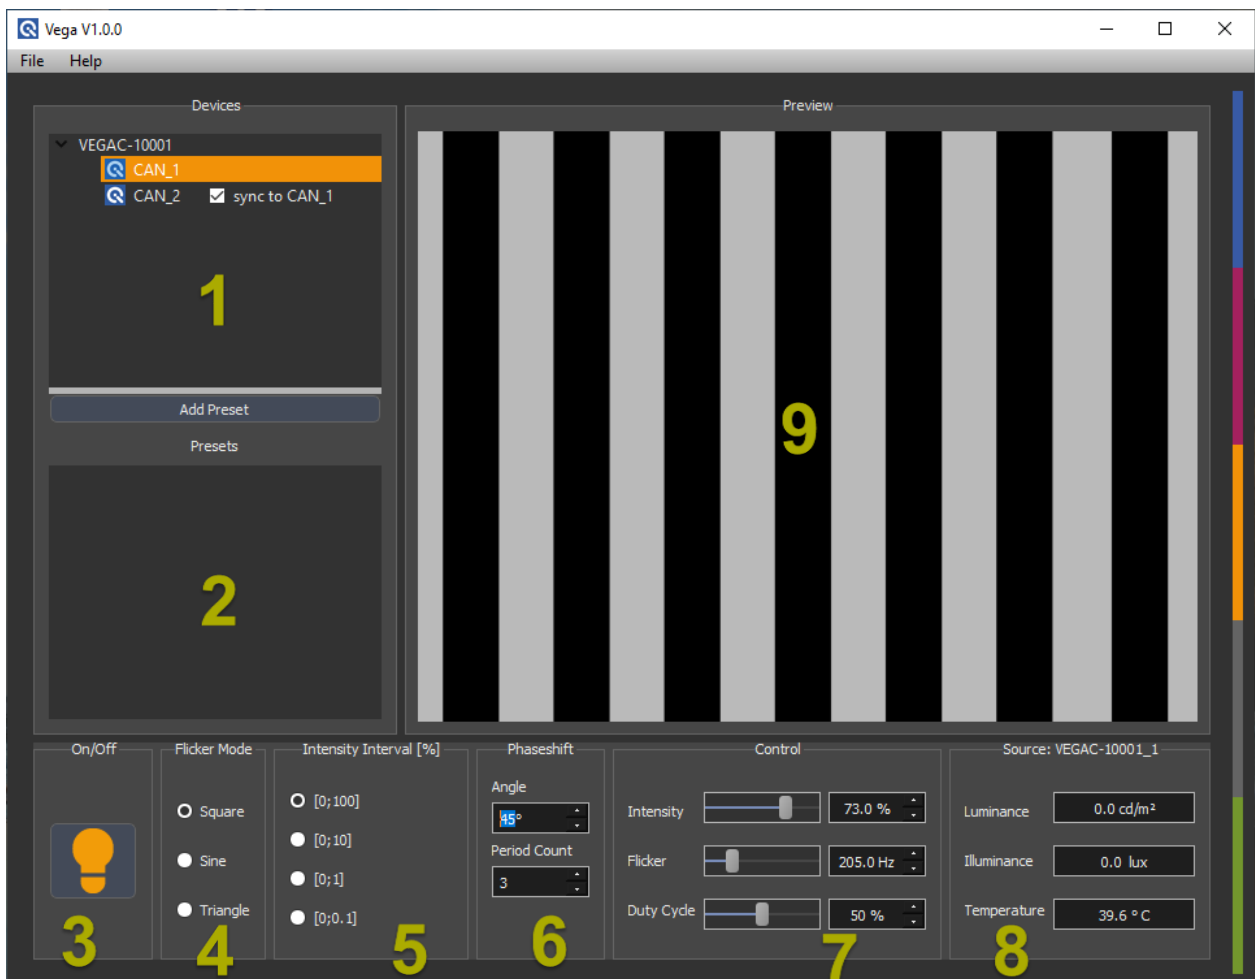

Abb. 8.3 Vega Software
Der Lightcube-Controller und die Module werden in der Geräteliste ① (Siehe Abbildung 8.3) mit den entsprechenden Seriennummern und CAN-IDs angezeigt. Wählen Sie ein Gerät aus, um es in den Bedienfeldern am unteren Rand zu verwalten. Die Arcturus und Vega Lichtquelle kann im Flicker- oder Dauermodus arbeiten. Wenn Sie im Dauermodus arbeiten möchten, stellen Sie den Schieberegler „Flicker“ auf 0,0 Hz. Wenn nicht, stellen Sie die Module auf die gewünschte Flimmerfrequenz ein, indem Sie den Schieberegler verstellen oder den Wert direkt eingeben. Wenn Sie im Flickermodus mit mehreren Modulen arbeiten, können Sie diese synchronisieren. In diesem Fall ist das Master-Modul CAN_1. Synchronisieren Sie die Frequenz der Module auf CAN ID 1, indem Sie das Kästchen neben dem Modul markieren. Diese Synchronisation überschreibt auch die zuvor eingestellten Parameter Flicker, Duty Cycle, Angle, Period Count und Flicker Mode mit den Einstellungen des CAN_1-Moduls. Alle angeschlossenen Module sind standardmäßig auf Synchronisierung eingestellt.
Die folgenden Bedienelemente können für jedes Modul einzeln eingestellt werden (Siehe Abbildung 8.3).